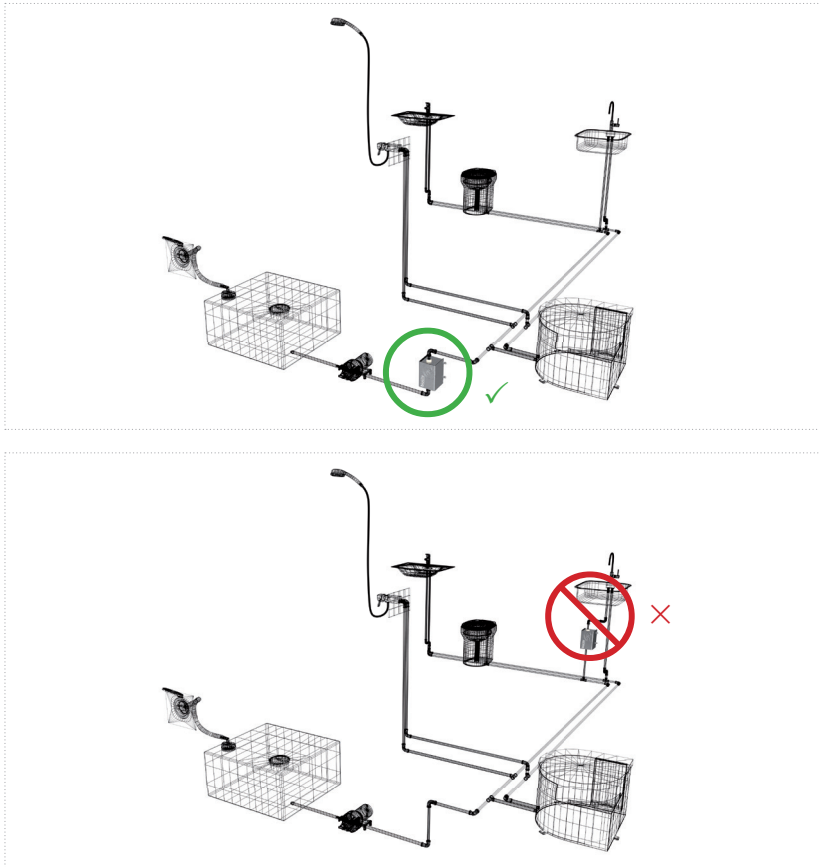

Abbildung 5: Installationsort
- **Die biolite® darf ausschließlich hinter der Pumpe, vor dem ersten Leitungsabzweig montiert werden (Abbildung 5).**